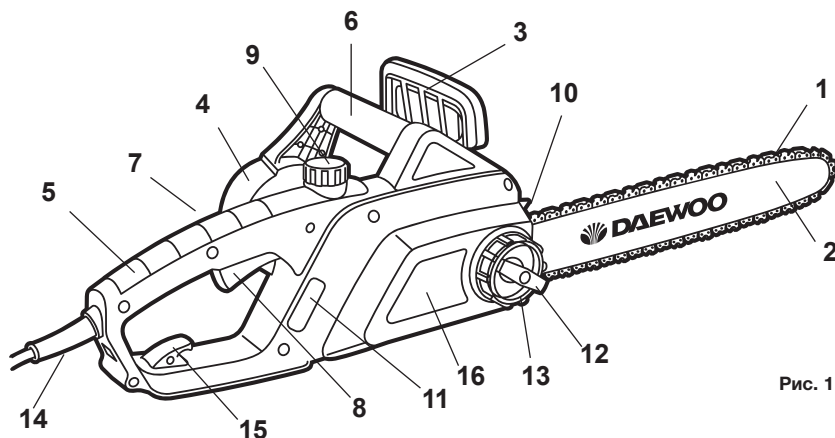
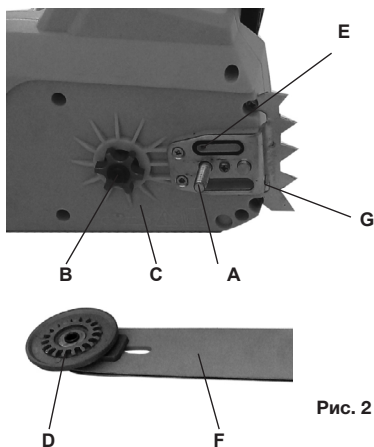

Рис. 1
Рис. 2
1. Установите тормоз цепи 3 (Рис. 1) в нерабочее положение, потянув на себя в направлении к передней ручке.
2. Открутите ручку фиксации защитной крышки 12 (Рис. 1) и кольцо регулировки натяжения 13 (Рис. 1) (для DACS 2500E).
3. Снимите защитную крышку 16 (Рис. 1)
4. Наденьте на шину F (Рис. 2) пильную цепь 1 (Рис. 1), проверив правильность расположения зубьев цепи.
1. Для заполнения масляного бака откройте крышку 9 (Рис.1), при этом следите, чтобы в бак не попала грязь. Заполните бак маслом. Удалите остаток масла с горловины и из внутренней полости крышки. В крышке имеется воздушный клапан при засорении которого насос не работает. Следите, чтобы при эксплуатации пилы этот клапан оставался чистым.
2. Закройте плотно крышку. Во время работы периодически обращайтесь внимание на уровень масла через окно контроля уровня масла 11 (Рис.1).
В случае, если следов масла не видно, необходимо прочистить в корпусе редуктора выходное отверстие для масла E (Рис.2) и соответствующее отверстие в шине E1.